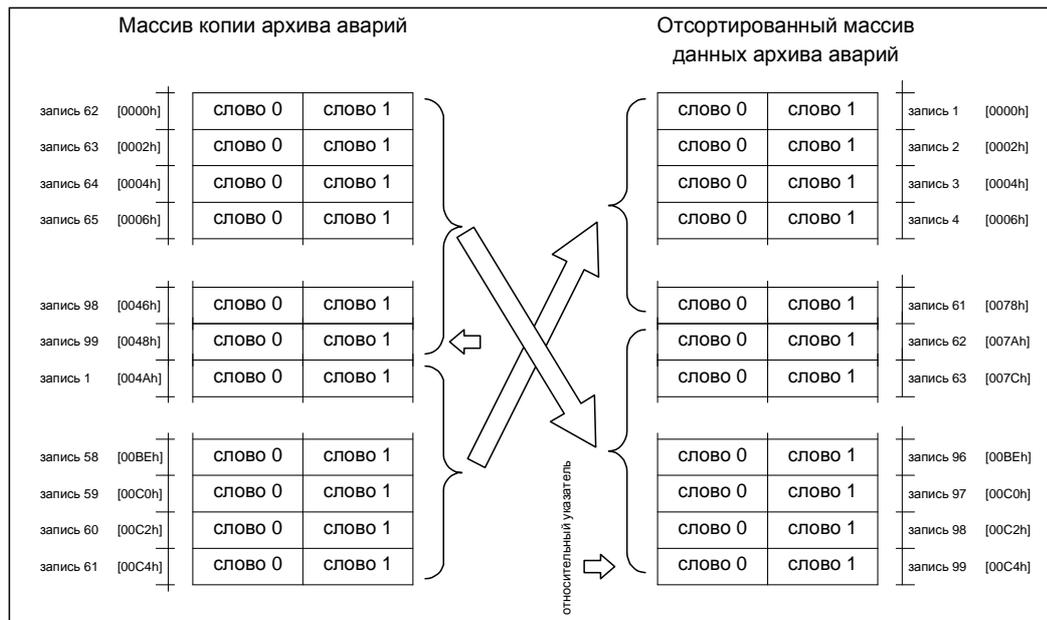

Рисунок 4-10. Процесс сортировки данных архива.
- Отсортировать полученные данные. В соответствии с заданием примера, необходимо расположить данные в хронологическом порядке, начиная с самой ранней. Действия по сортировке представляет рисунок 4-10.